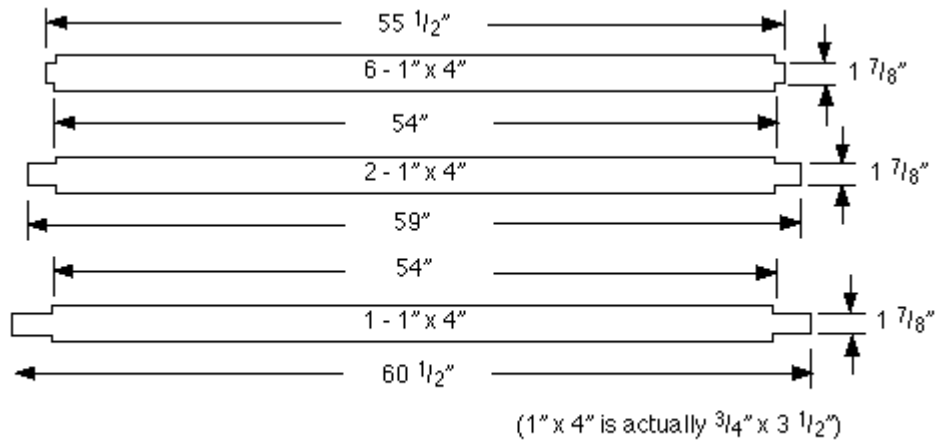

Figure 1: Bed slats
- 6 Short slats (figures 1 & 2)
- 2 Medium slats (figures 1 & 4)
1 Long slat (figures 1 & 5)